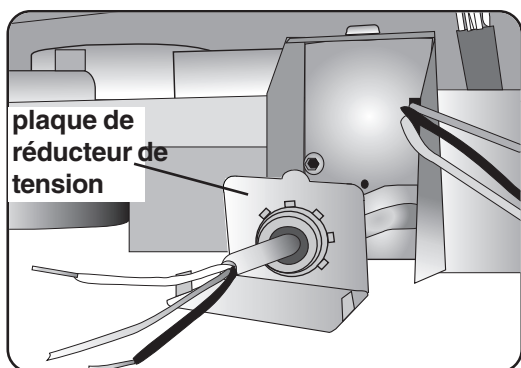

Figure 28
- 2 Passer le câble d'alimentation par le réducteur de tension, **figure 28**. Laisser 3 à 4 po de fil isolé sortir de la plaque de réducteur de tension.